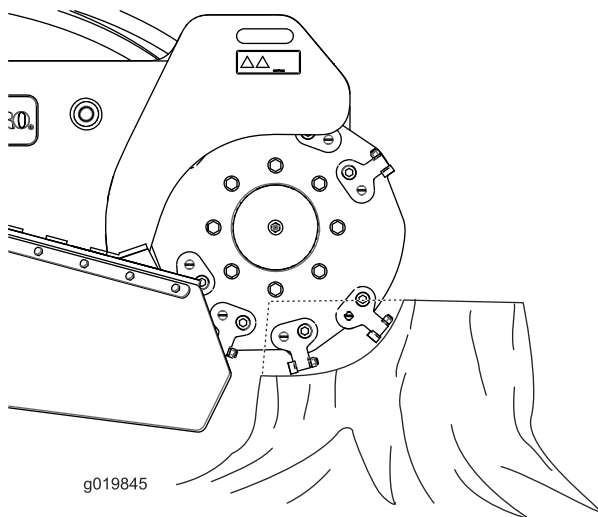

Figure 21
4. Utilisez le levier de commande pour passer la dessoucheuse lentement sur la souche, et enlever une largeur de copeaux (Figure 21).
- Coupez les bords de la souche pour optimiser le broyage. Lorsque la largeur de coupe est près de 1/4 du diamètre de la roue (Figure 21), soulevez la dessoucheuse, avancez et recommencez à couper au bord.